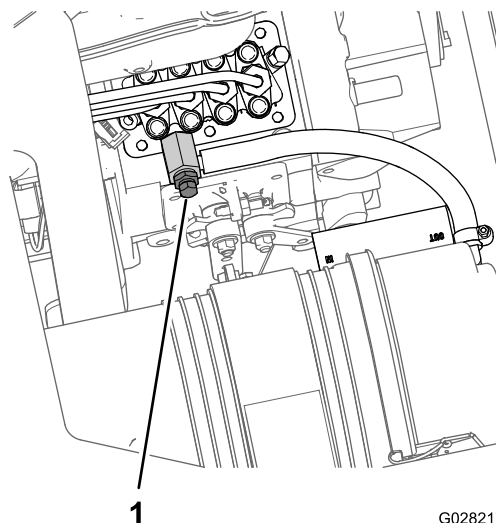

Bild 76
8. Stellen Sie eine Auffangwanne unter die Kraftstoffeinspritzpumpe des Motors (Bild 76).
9. Öffnen Sie die Entlüftungsschraube an der Kraftstoffeinspritzpumpe (Bild 76).
11. Lassen Sie den Zündschlüssel in der EIN-Stellung, bis ein ununterbrochener Kraftstoffstrom um die Schraube austritt (Bild 76).
12. Ziehen Sie die Entlüftungsschraube (Bild 76) an und drehen den Zündschlüssel in die AUS-Stellung.